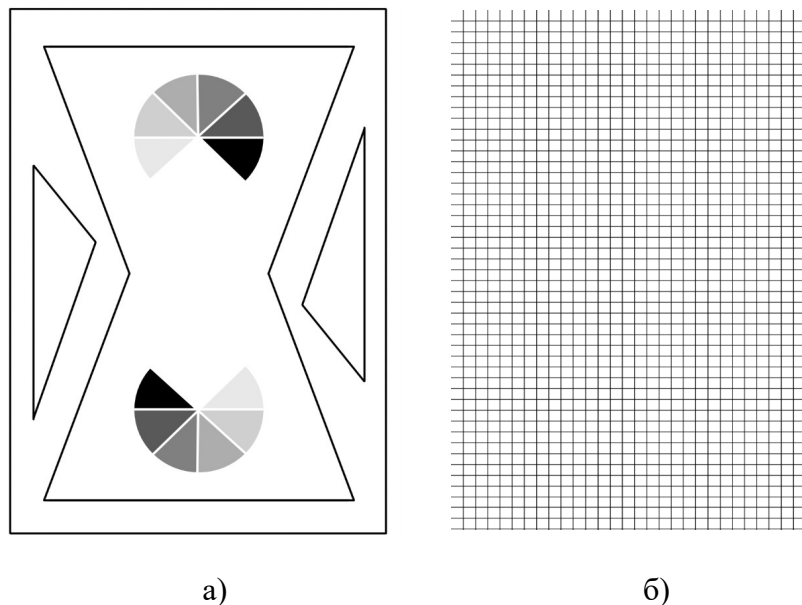

Рисунок 2 — Иллюстрация калибровочного шаблона (а) и шаблона для оценки фокусировки (б)
- б) Программа позволяет выполнить автоматическую калибровку. Для подготовки калибровочный шаблон (см. рисунок 2а), который поставляется с документацией или может быть распечатан собственноручно из файла **matching\_patterns.pdf**. Для выполнения автоматической калибровки, поместите шаблон на стекло и нажмите кнопку **Auto Calibrate**. Автоматически рассчитываемые значения **Workspace Quadrangle** появятся в соответствующих полях. При необходимости выполните точную настройку.
6. Проверьте значение фокусировки. Поместите специальный шаблон (см. рисунок 2б) на стекло и нажмите кнопку **Calculate Focus**. Слева от кнопки появится значение точности фокуса в процентах в диапазоне от 0 до 100. Повторите измерения через 5 минут работы устройства. При получении значения меньше 90% обратитесь к поставщику оборудования для получения инструкций по исправлению фокусировки.